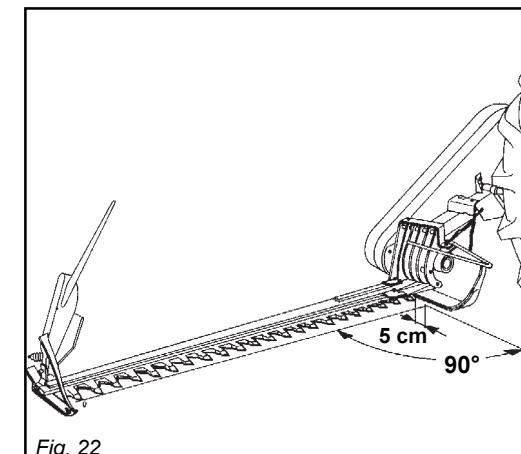

Fig. 22
- Centrare la falciatrice agendo sui tiranti delle barre di sollevamento trattore, in modo che, a falciatrice bloccata sui tre punti, la punta esterna della barra si trovi spostata in avanti rispetto alla perpendicolare del trattore di circa 5 centimetri (Fig. 22).
- Man soll die Mähmaschine mit der Befestigungsketten der Traktorunterlenker zentrieren damit, wenn die Maschine auf dem 3 Punktenanschluß blockiert ist, die Spitze der äussersten Finger im Verhältnis zur Rechtwinkligkeit des Traktors um ca. 5 cm nach vorn versetzt ist (Abb. 22).
- Centrer la faucheuse en agissant sur les tirants du tracteur, de façon que, la faucheuse étant bloquée sur trois points, la pointe extérieure de la barre soit déplacée en avant de 5 cm. environ par rapport à la perpendiculaire au tracteur d'environ 5 centimètres (Fig. 22).
- Centrar la segadora obrando en los tirantes del tractor de modo que, con la segadora bloqueada en los tres puntos, la punta externa de la barra se encuentre desplazada hacia adelante respecto a la perpendicular del tractor de aproximadamente 5 centímetros (Fig. 22).